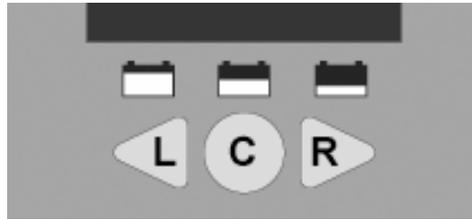

Figure 4. Boutons du lecteur
Le RM-1 comporte trois (3) boutons pour naviguer dans le menu du lecteur comme représenté sur la Figure 4. Chaque pression sur le bouton central C fait passer à la rangée de données suivante. Une pression sur le bouton C depuis la dernière rangée ramène l'affichage à la première rangée. Utiliser les boutons fléchés G ou D pour naviguer entre les écrans d'affichage d'une rangée donnée.